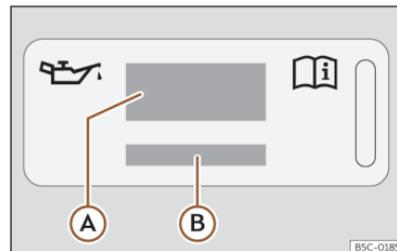
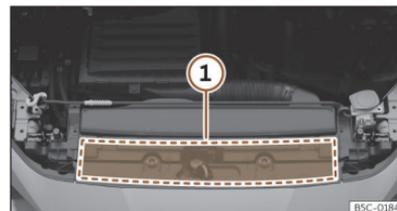

Fig. 213 En el vano motor: etiqueta de aceite de motor
Fig. 214 En el vano motor: zona de ubicación de la etiqueta de aceite de motor
Leyenda de la >>> **fig. 213:**
>>> **fig. 213.** La etiqueta con la norma prescrita se encuentra en la parte delantera en el vano motor >>> **fig. 214** ⓘ. Si utiliza el aceite de motor recomendado, se puede corregir el nivel del llenado tantas veces como sea necesario.
- Si falta la etiqueta con la especificación del aceite motor >>> **fig. 213**, póngase en contacto con un taller especializado.